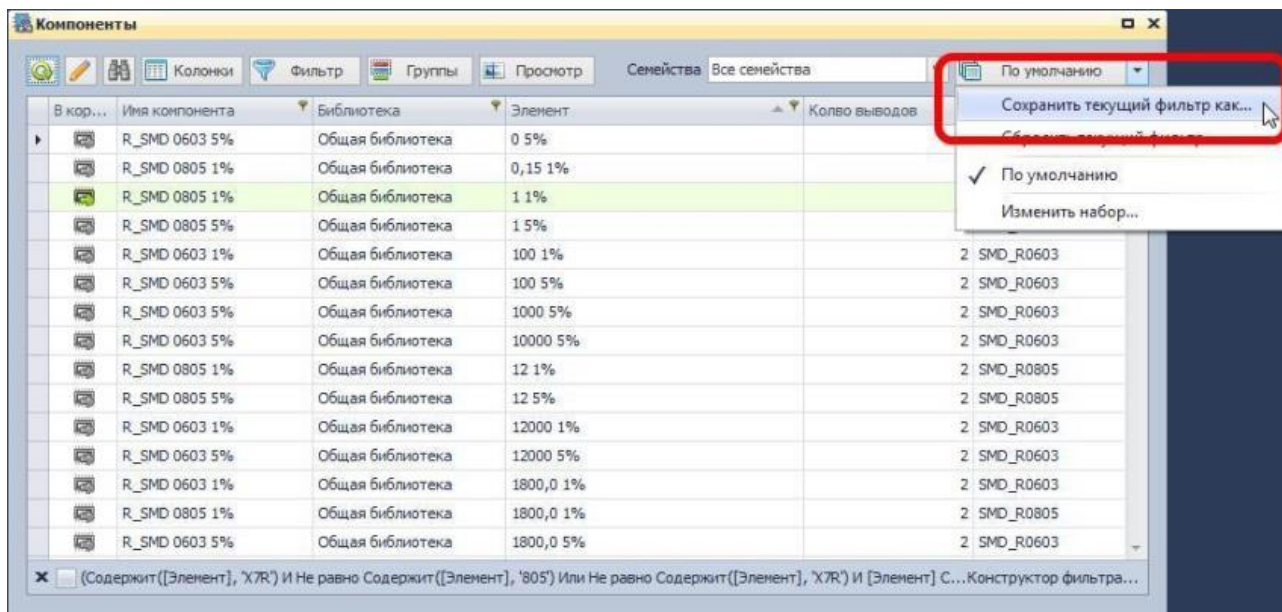

Рис. 801. Сохранение фильтра
1. Откройте выпадающий список, который расположен в верхнем правом углу окна и выберите пункт «Сохранить текущий фильтр как...», см. Рис. 801.